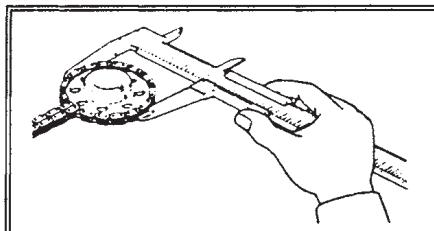

Рис. 51.
- Оберните цепь вокруг звездочки распределительного вала (рис. 51) и измерьте наружный диаметр цепи по роликам. Минимальный диаметр – 113,8 мм. Повторите проверку, обернув цепь вокруг звездочки коленчатого вала. Минимальный диаметр – 59,4 мм. Если хотя бы в одном случае диаметр будет меньше указанного, следует заменить цепь и обе звездочки одновременно.